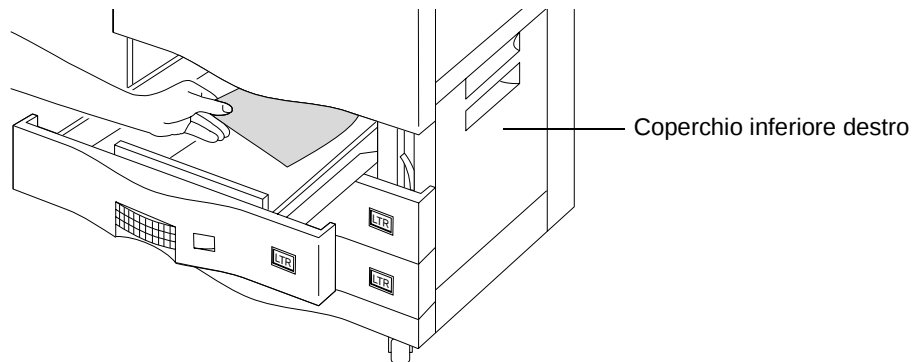

Figura 3-35 Rimozione della carta inceppata dall'area del cassetto
2. Osservare il lato destro dell'area del cassetto, in particolare il lato superiore destro, in cui la carta esce dal cassetto e viene spinta nel percorso della carta. Al suo interno potrebbero esserci uno o più fogli di carta inceppata. Se non si nota alcun segno di inceppamento, allungare una mano fino all'angolo superiore destro del cassetto, individuare l'eventuale carta inceppata e rimuoverla. Estrarre la carta con cura, in quanto potrebbe strapparsi. Vedere la Figura 3-35.